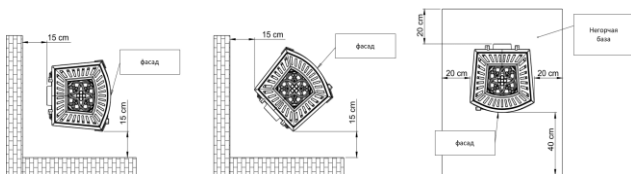

Рис. 2. Безопасное расстояние от печи до негорючих частей.
- печьку поместить на негорючей поверхности, которая выходит за пределы печи на мин. 0,4 м, считая от передней части печи, и мин. 0,2 м, считая от боковых и задней стенки печи (см. рис. 2),
- рекомендуемое расстояние от НЕГОРЮЧИХ частей - не менее 15 см (рис. 2)